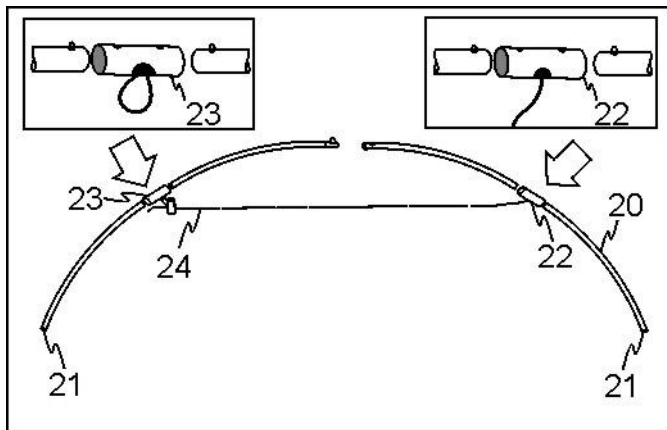

Abb. 4.1
Schritt 4: Zusammensetzung der Bögen (Abb. 4.1)
Ein Bogen besteht aus vier Bogenteilen (20), die mittels Verbindungshülsen (22) und (23) zusammengesetzt werden. Zwei Bogenteile (20) davon haben eine schwarze Endkappe (21) (Abb. 4.1)
- Hülsen (23) mit der Lasche oder dem Verbindungsseil (22) in die Bogenteile mit der schwarzen Endkappe (21) einstecken.
- Ein kompletter Bogen besteht aus einer Verbindungshülse mit Lasche (23) und einer Hülse mit Verbindungsseil (22) wie abgebildet (Abb. 4.1).